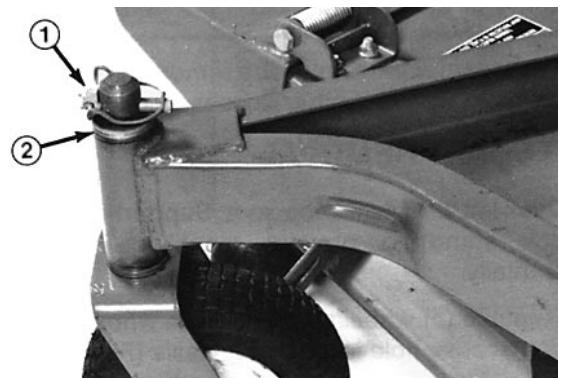

Figure 9
4. Introduire un chasse-goujille en haut ou en bas du tube de montage et chasser le manchon du tube (Fig. 9). Chasser aussi l'autre manchon du tube, puis nettoyer l'intérieur des tubes.